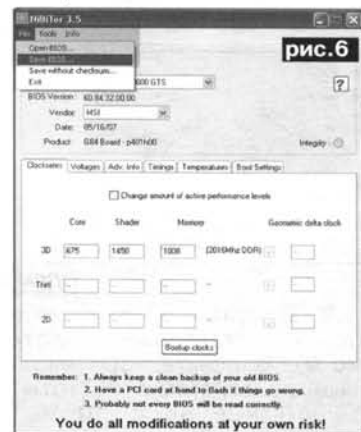

рис. 6
5. Чтобы откатить любые изменения, которые вы произведете, следует записать оригинальный BIOS видеокарты на жёсткий диск (рис. 6).
С помощью утилиты Nibitor следует сохранить BIOS с измененными настройками (рис.6). Пока изменения есть лишь в файле BIOS, но в видеокарту они не прошиты. Следующий этап предусматривает прошивку файла BIOS в видеокарту. Следует помнить, что имя ROM BIOS не должно превышать восемь символов, чтобы упростить процедуру прошивки, которая будет происходить под DOS.